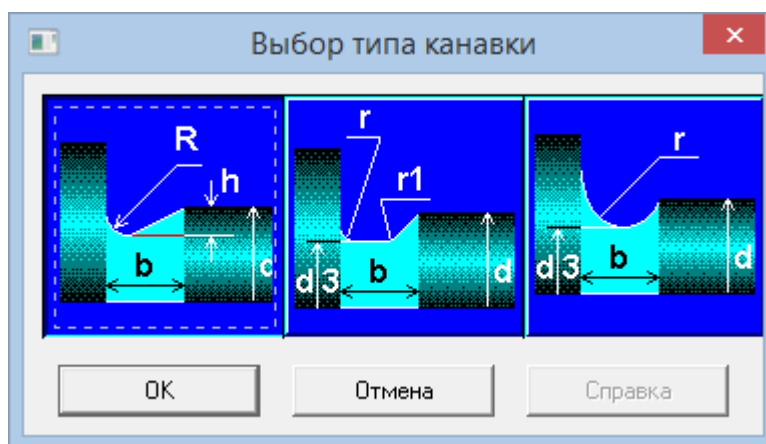

Рис. 6.3
1.4. Создание канавки для выхода шлифовального круга. Нажимаем кнопку «Канавка»  (меню **Задать/Канавка**) и щелкаем крестиком курсора на границе между двумя сегментами. Это приводит к появлению окна «Выбор типа канавки» (рис. 6.3) со схематическим изображением трех типов канавок, которые можно создать на валу.